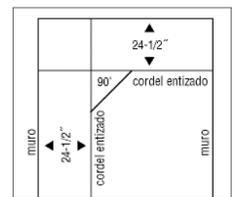

Figura 6
- Si las dimensiones de la habitación lo permiten, mida al menos en dos lugares a 18" (46 cm) de la esquina, y lague un cordel entizado paralelo y a 24-1/2" (62 cm) de distancia del muro inicial opuesto a la entrada. El espacio de 1/2" (13 mm) es para expansión (Figura 6).
- Lague un segundo cordel entizado a 90° del primer cordel entizado, y a 24-1/2" (62 cm) de distancia del muro en ángulo recto (Figura 6). El espacio de 1/2" (13 mm) es para expansión. Verifique la exactitud con una escuadra de construcción.